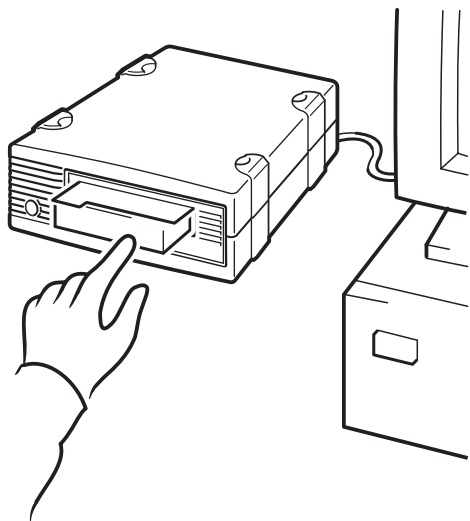

Figure 10a : utilisation de HP OBDR, étape 1
- 1 Soulevez le volet d'insertion de la cartouche et insérez la dernière cartouche amorçable dans le lecteur (voir figure 10a). La cartouche doit être enregistrée par une application de sauvegarde enregistrant les données sur bande au format CD-ROM.